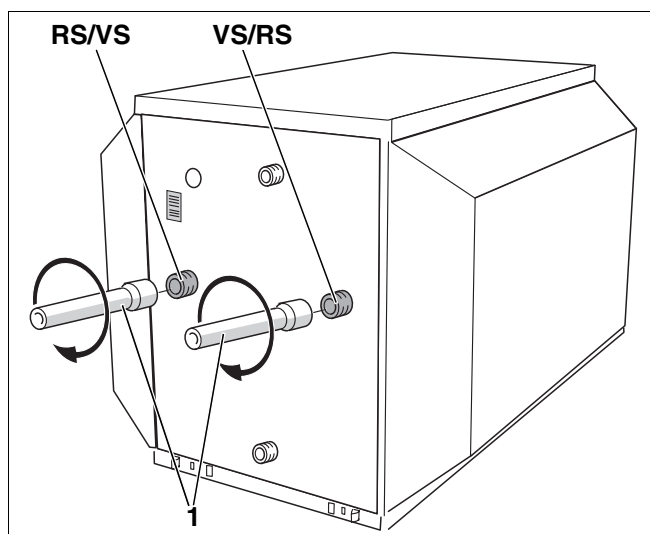

Рис. 7 Установка труб для транспортировки (задняя сторона бака)
- Изготовить две трубы для транспортировки (рис. 7, поз. 1) с муфтами Rp1.